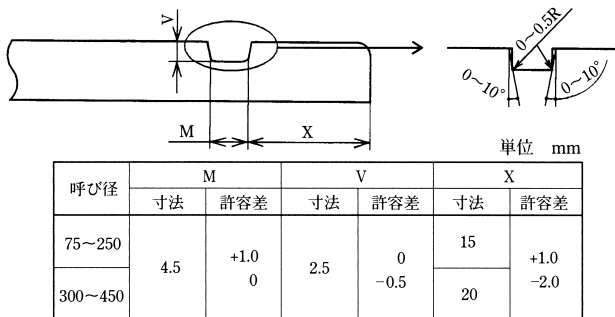
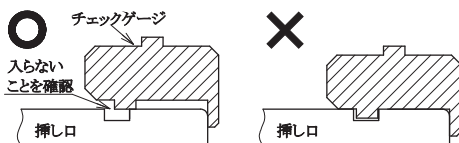

図55 挿し口加工寸法
図57 挿し口端面から溝までの距離の確認
(4) 挿し口加工の寸法は図55のとおり。
- ② チェックゲージが溝と挿し口端面の間に入らないことを確認する(図57参照)。チェックゲージが入る場合、挿し口端面から溝までの距離が短いので、原因を確認し、新たに挿し口加工をやり直す。なお、呼び径75~250と呼び径300~450ではX寸法(図55参照)が異なるため、使用するチェックゲージが異なる。